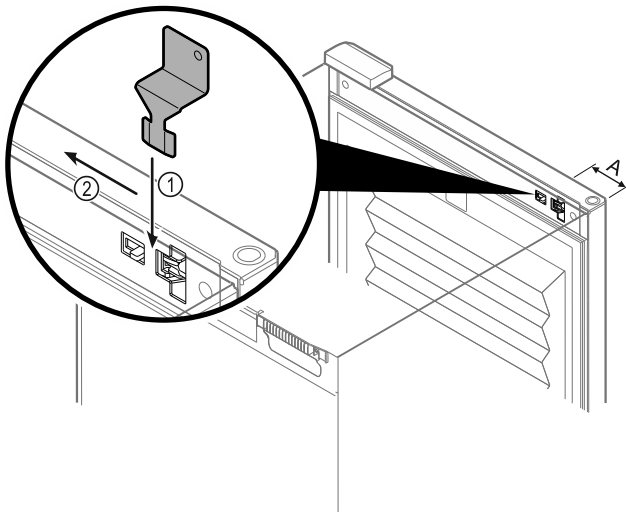

Fig. 146
- ▶ Notentriegelungsschlüssel an vorgegebener Stelle positionieren Fig. 146 (A)  $\approx$  100mm.
- ▶ Notentriegelungsschlüssel zwischen Tür und Gerätekorpus von oben bis zum Anschlag einstecken Fig. 146 (1).
- ▶ Notentriegelungsschlüssel in Richtung Scharnierseite ziehen Fig. 146 (2).